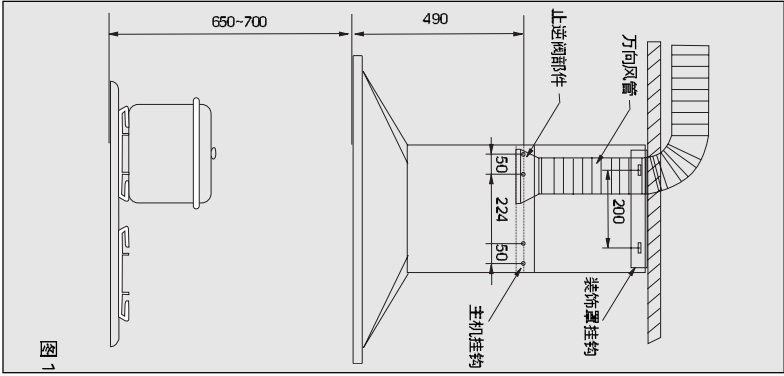

图1
1. 按图1尺寸在灶具上方坚实的地方确定冲击钻 钻孔位置。冲击钻配上 $\varnothing 6$ 的冲击钻头，在钻孔位置上钻出4个直径为8mm，深为50mm的孔（间距分别为224mm和324mm），在四个打孔处安装膨胀螺栓，固定主机挂钩，旋入木螺钉拧紧。
2. 根据实际情况确定内装饰罩的高度，按图1尺寸在安装吸油烟机位置正上方坚实的地方确定冲击钻钻孔位置（间距为200mm）。在钻孔位置上钻出2个直径为8mm，深为50mm的孔，牢固埋设膨胀管，将装饰罩支架固孔对准膨胀管，旋入木螺钉拧紧。
将止逆阀部件与密封垫圈置于主机的出风口处，用8个M4x20的十字槽扁盘头螺钉紧固。将万向风管插入止逆阀座的槽内，并用2个ST3x8的螺钉紧固于止逆阀部件上（图1）。
2. 将装饰罩放置于主机体外面，注意装饰罩下部与外罩顶部周边相吻合，根据实际情况确定内装饰罩的高度并固定好装饰罩固定架，然后将内装饰罩固定在固定架上（图1）。